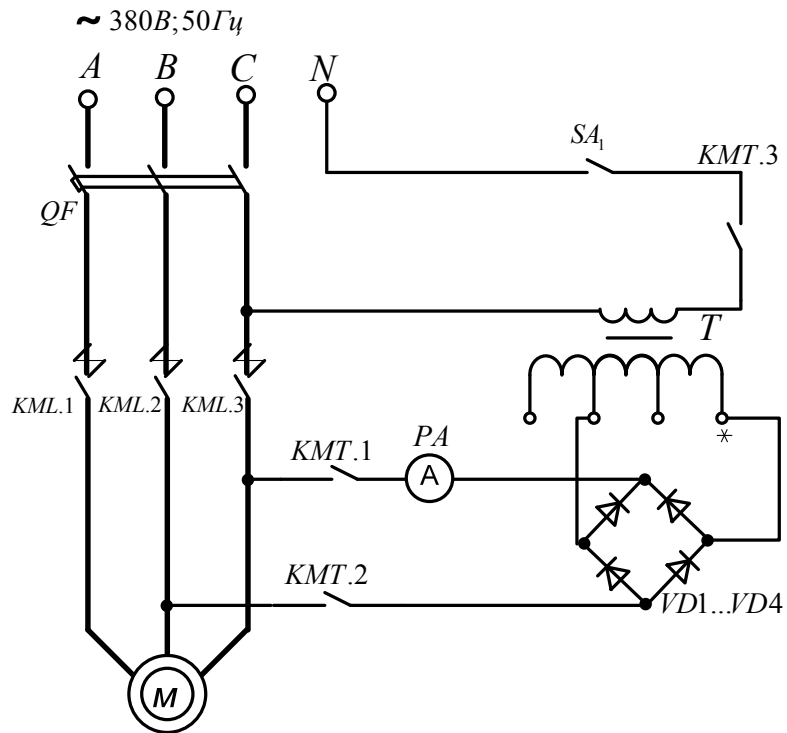
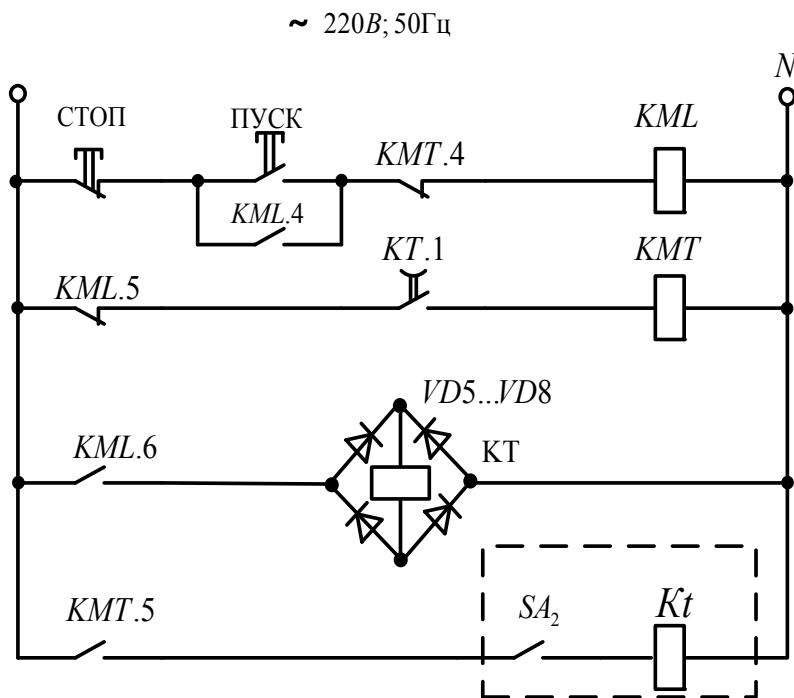

Рис.1. Силовая схема динамического торможения
Рис.2. Схема управления динамического торможения
Асинхронный двигатель М в режиме динамического торможения возбуждается выпрямленным током от полупроводникового выпрямителя VD1...VD4, который включен через понижающий трансформатор Т, имеющий на стороне низшего напряжения 4 вывода вторичной обмотки для изменения величины тормозного тока в обмотках асинхронного двигателя М. Катушка электромагнитного реле времени КТ включается на постоянном напряжении через полупроводниковый выпрямитель VD5...VD8. Схема силовая приведена на рис.1, схема управления торможением - на рис.2.
Пуск асинхронного двигателя (АД) М осуществляется обычным способом с помощью контактора переменного тока или магнитного пускателя КМЛ (линейного), который включается после нажатия кнопки «пуск» (рис. 2). Для исключения одновременного включения линейного (КМЛ) и тормозного (КМТ) пускателей служит электрическая блокировка в виде размыкающего блок-контакта тормозного пускателя КМТ.4, включенного в цепь катушки линейного пускателя КМЛ.
1. По схемам рис.1 и рис.2 изучить взаимодействие входящих в них аппаратов.
2. Собрать схему управления асинхронным двигателем (АД), сначала силовую цепь (рис.1), затем после проверки преподавателем первой цепи – вторую, цепь управления (рис.2).
6. Поясните назначение следующих элементов схемы управления динамическим торможением (рис. 2):